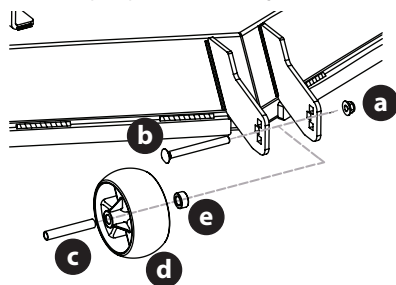

Figura 16
- Retire la tuerca de seguridad (a) que fija una de las ruedas de calibración delanteras a la plataforma. Quite el tornillo con reborde (b), el separador tubular (c) y el espaciador con reborde (e) para quitar la rueda (d) (Figura 16).